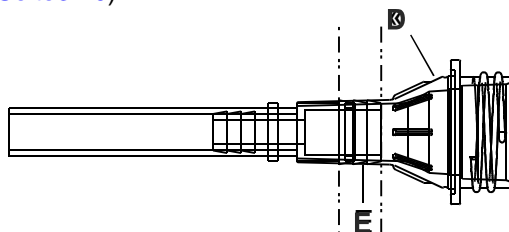

Abbildung 3-6: Installation des Kabelbinders am Ventilkörper
12. Mit einer Kabelbinderpistole den gelieferten Kabelbinder (E) rund um den Ventilkörper (D) und das Reduzierstück festziehen (Abbildung 3-6 auf Seite 3-20).
14. Mit einer Kabelbinderpistole den gelieferten Kabelbinder (E) rund um den Ventilkörper (D) und das Reduzierstück festziehen (Abbildung 3-6 auf Seite 3-20).